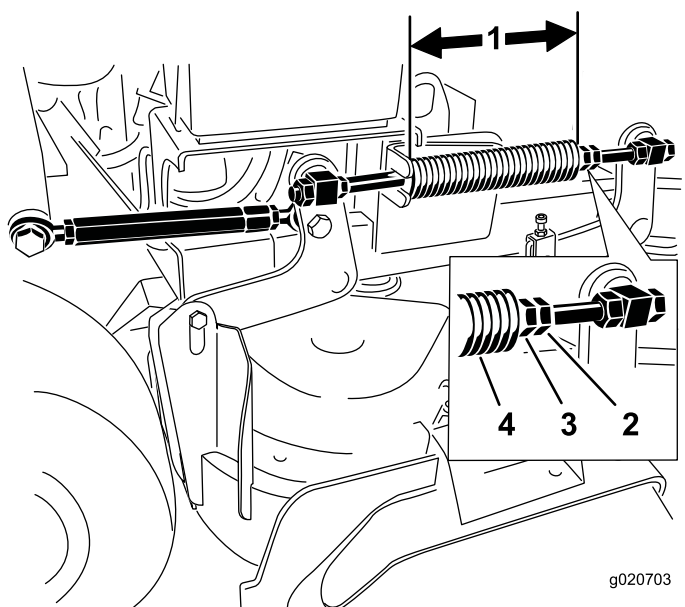

Figura 87
Nota: La longitud nominal es de 28,2 cm para carcassas de corte de 91 cm y de 25,7 cm para carcassas de corte de 102 cm (Figura 87).
3. Ajuste esta distancia aflojando la contratuercas elástica y girando la tuerca que está delante de cada muelle (Figura 87).
4. Fije la tuerca en la posición deseada apretando la contratuercas elástica (Figura 87).